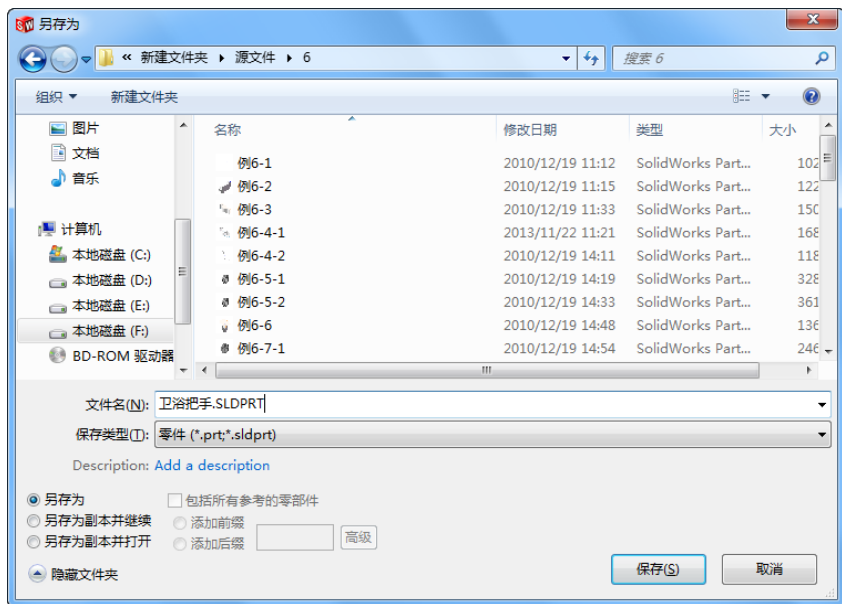

图 6-79 “另存为”对话框
**03** 保存文件。在菜单栏中选择“文件”→“保存”命令，或者单击“标准”工具栏中的“新建”图标按钮，此时系统弹出如图 6-79 所示“另存为”对话框。在“文件名”一栏中输入“卫浴把手”，然后单击“保存”按钮，创建一个文件名为“卫浴把手”的零件文件。